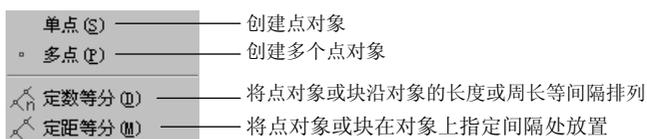

图 2.5.2 绘制点对象下拉菜单
Step2. 选择下拉菜单 **绘图(D)** → **点(O)** → **单点(S)** 命令,如图 2.5.2 所示。